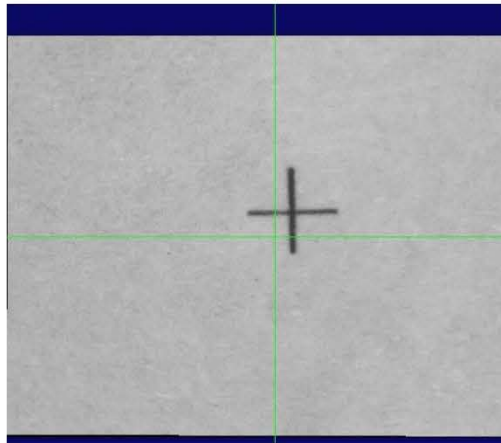

Fig. 4-13
A. Coloque o gráfico na plataforma de trabalho e o ponto de marcação completo aparecerá como na Fig. 4-13: